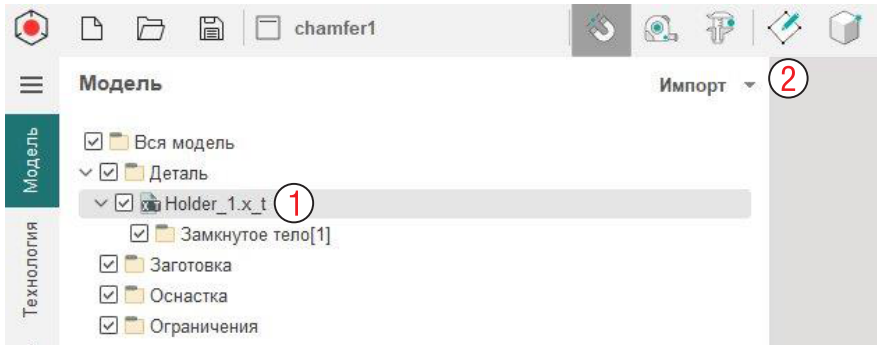

Рис. 7-20. Вызов среды построения чертежа.
Продолжаем работать с тем же примером. В режиме **Модель** выберите имя нашей детали (1 на рис. 7-20) и нажмите на иконку **Чертеж** (2).